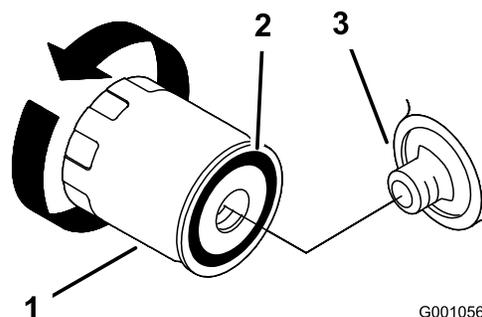

図 18
2. オイルフィルタを外し、フィルタのアダプタガasketの表面をきれいに拭く 図 18。
3. フィルタのガスケットにきれいなオイルを薄く塗る 図 18。
4. アダプタにフィルタを取り付け、ガスケットがアダプタに当たるまでフィルタを右に回し、そこから更に2/3-1回転増し締めする 図 18。